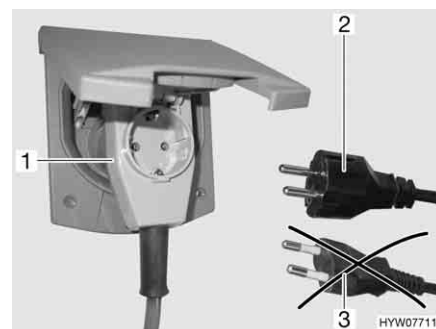

Fig. 57 Collegamento ad un connettore ad angolo provvisto di presa
- Se si impiega un connettore ad angolo CEE 17 provvisto di una presa integrata sulla parte posteriore (Fig. 57,1), utilizzare esclusivamente una spina IP 44 gommata e sigillata con contatto di terra (Fig. 57,2). Non utilizzare spine senza contatto di terra (Fig. 57,3). Pericolo di scarica elettrica!